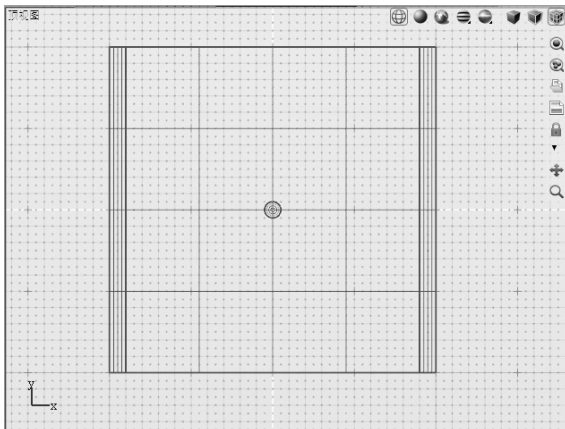

图 5-10 在顶视图中绘制一个圆柱
- 4) 激活顶视图，并激活曲面基元中的“柱状”工具，在顶视图中的原点位置绘制一个圆柱，设定其顶半径、底半径及高度均为 0.5cm，如图 5-10 所示。